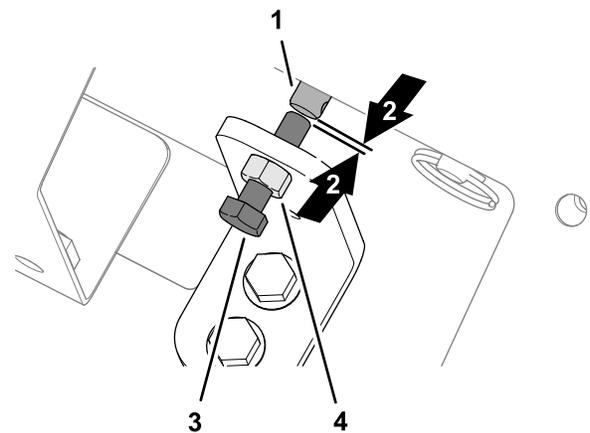

Рисунок 38
2. Поверните винт с шестигранной головкой, предназначенный для ручного управления клапаном, против часовой стрелки так, чтобы появился небольшой зазор между концом винта и концом штока электромагнита управления скоростью движения транспортером (Рисунок 38).
3. Затяните контргайку (Рисунок 38).
1. Ослабьте контргайку на кронштейне для перехода на ручное управление (Рисунок 38).